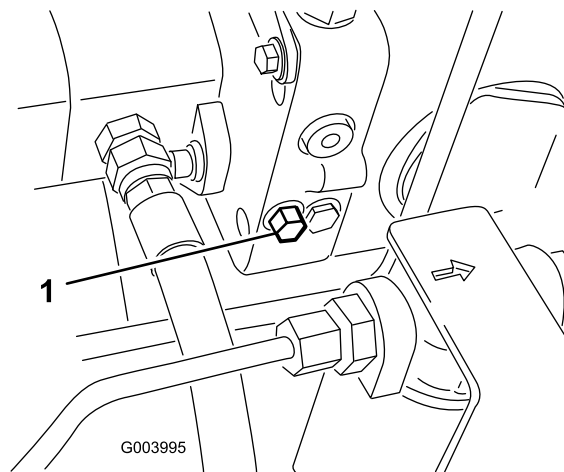

Bild 71
1. Drehen Sie die Schraube des Sicherheitsventils um eine 1½ Umdrehungen, um das Ventil zu öffnen und Öl intern abzulenken (Bild 71).